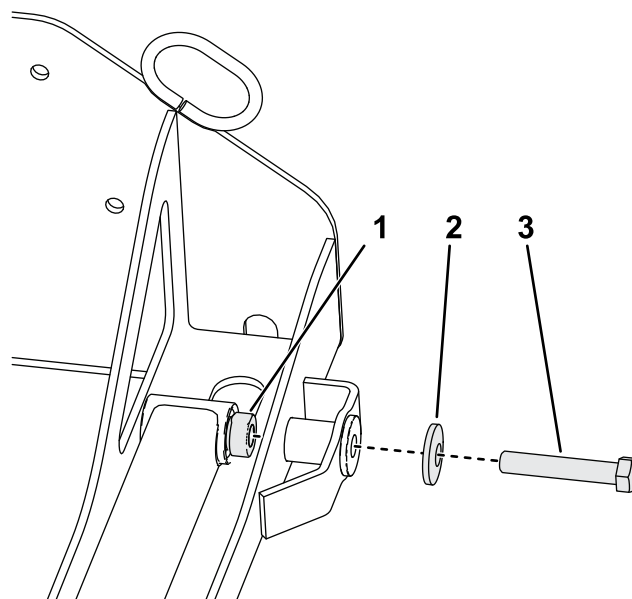

Figure 13
4. Fixez l'avant des bras de levage sur l'ensemble de montage à l'aide des 2 boulons à tête hexagonale et des 2 rondelles courbes retirés de l'accessoire à la section 3 Préparation du groupe de déplacement \(page 8\), comme montré à la Figure 13.